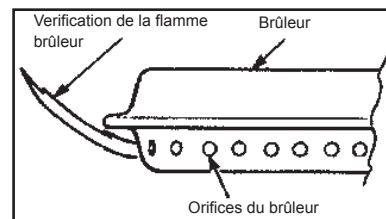

Fig. 9
- Tous les orifices du brûleur devraient présenter une flamme de 2.5cm de hauteur au réglage maximum "HI". (Fig. 9)